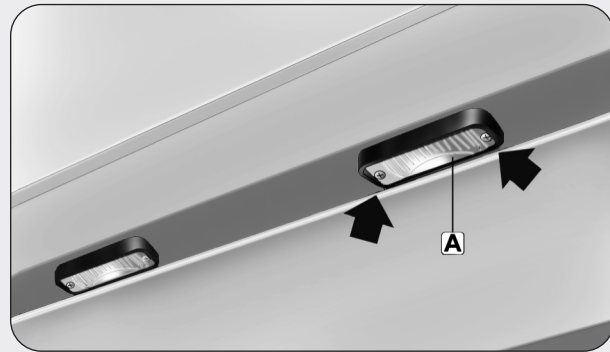

fig. 5
- Dévisser les deux vis de fixation et déposer l'éclairage de plaque **A** - **fig. 5**.